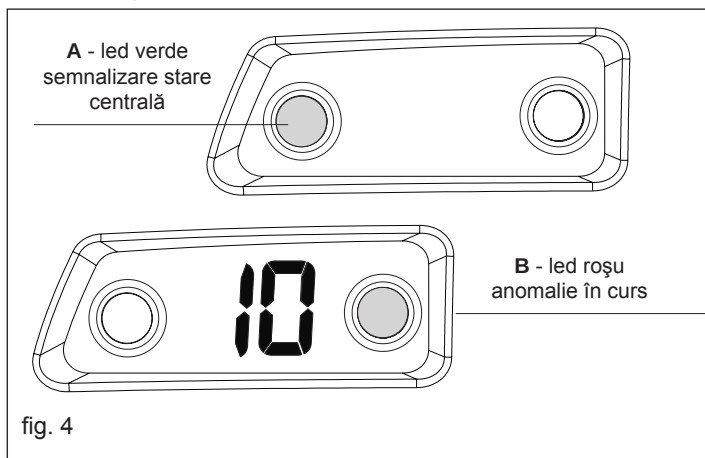

fig. 4
- Dacă este cerere de căldură, centrala pornește, se aprinde flacăra și semnalizarea luminoasă apare de culoare verde cu iluminare fixă (A - fig. 4).
În cazul în care ar apărea anomalii de pornire sau de funcționare, centrala va efectua o „oprire de siguranță”; pe panoul de comandă se va stinge ledul verde, ecranul va afișa un cod de anomalie care luminează intermitent și, în caz de blocare, se va aprinde și ledul roșu (B - fig. 4).